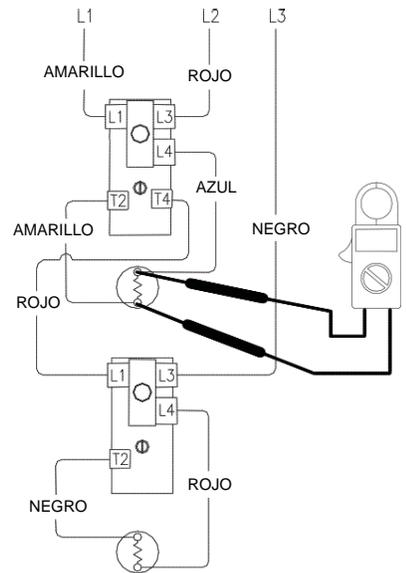

Figura 14
5. Compruebe los terminales del elemento (consulte la figura 14).